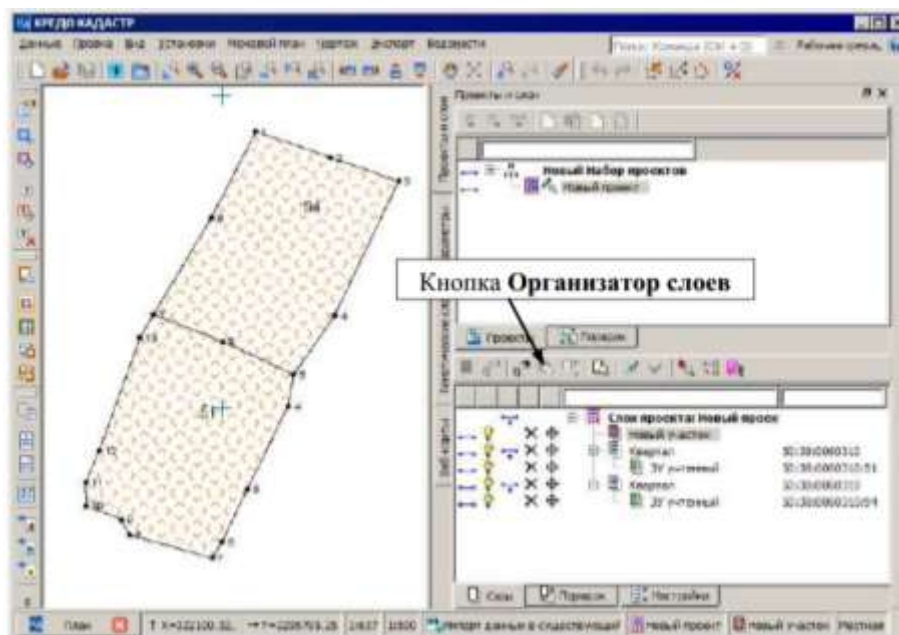

Рисунок 30– Окно параметров
9. В результате получены два смежных участка (рис. 30).
- Активизируйте на локальной панели окна **Слои** кнопку **Организатор слоев**  (рис. 30).